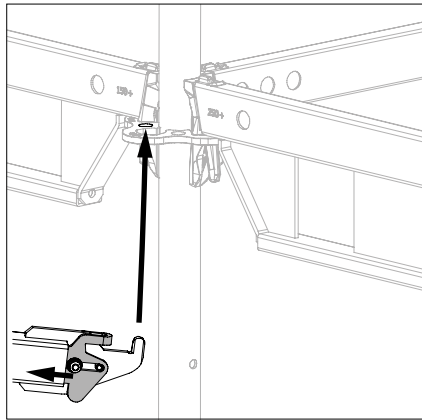

Abb. A4.01c
2. Schieber (**20.2**) zurückschieben und Horizontaldiagonale mit Haken in die Diagonalaufnahme der diagonal gegenüberliegenden Rosette von unten einstecken. (Abb. A4.01c)